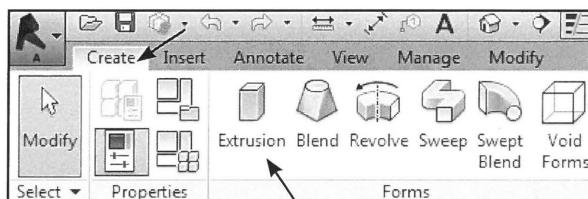

Fig. 04.05. Vælg *Create - Extrusion*.
- Klik *Create - Extrusion* (Fig. 04.05).